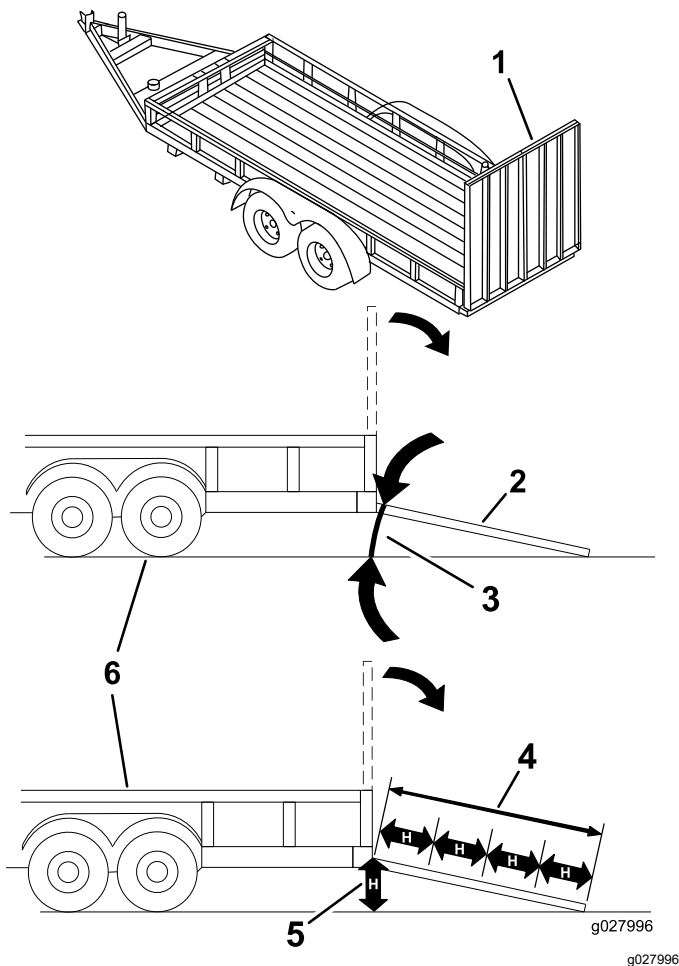

Figure 31
Le chargement de la machine sur une remorque ou un camion augmente le risque de basculement, et donc de blessures graves ou mortelles (Figure 31).
1. Abaissez la rampe pour que l'angle avec le sol ne dépasse pas 15 degrés (Figure 31).